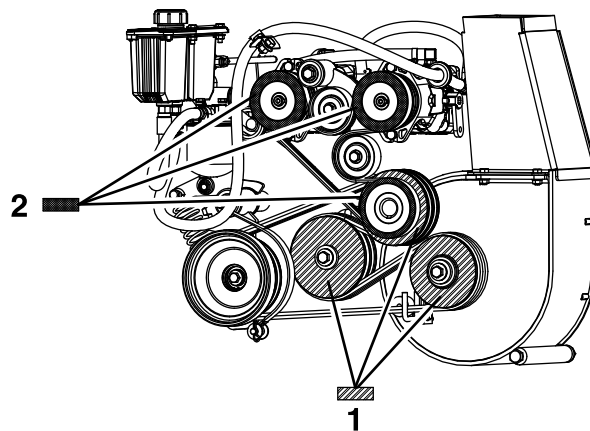

Figura 64
8. Midiendo desde la polea del soplador como base, mueva el motor y el eje secundario hasta que la superficie trasera de las tres poleas estén alineadas a una distancia de entre 0,8 y 1,6 mm (Figura 64).
4. Con un borde recto, alinee cada polea de la bomba con la polea del motor, deslizándola a lo largo del eje de la bomba (Figura 64).